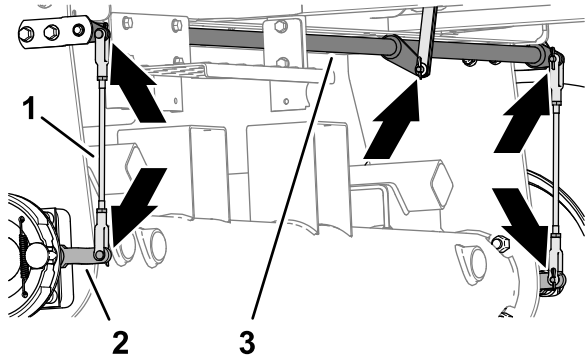

図 72
1. 左右のブレーキロッドアセンブリ図72に破損や摩耗がないか点検する。
2. ブレーキのピボットシャフト図72に摩耗や破損がないか点検する。